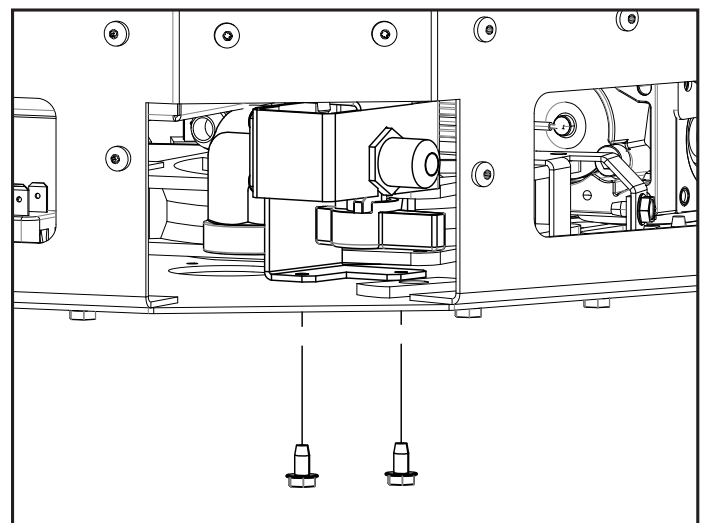

Figure 89: Réinstallation du raccordement au gaz
5. Travaillez la ligne flexible et placez l'ensemble de connexion de gaz en position comme indiqué dans Figure 89. Fixez l'assemblage à la chambre de combustion à l'aide de deux (2) boulons à tête hexagonale de 5/16" par le bas.